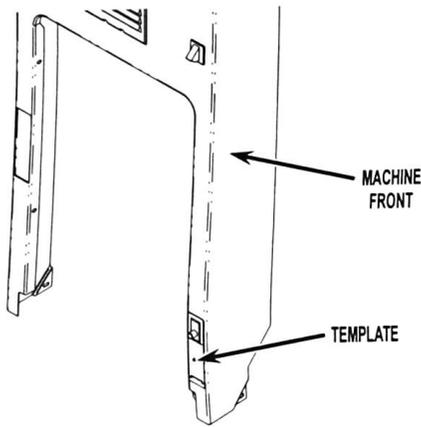

FIGURE 5
- Use template provided to drill two (2) holes, 3/32" diameter, for new actuator assembly. See Figure 5.
7. Utiliser le gabarit fourni pour percer deux (2) trous de diamètre 3/32" (2 mm) pour le nouvel actionneur. Voir Figure 5.